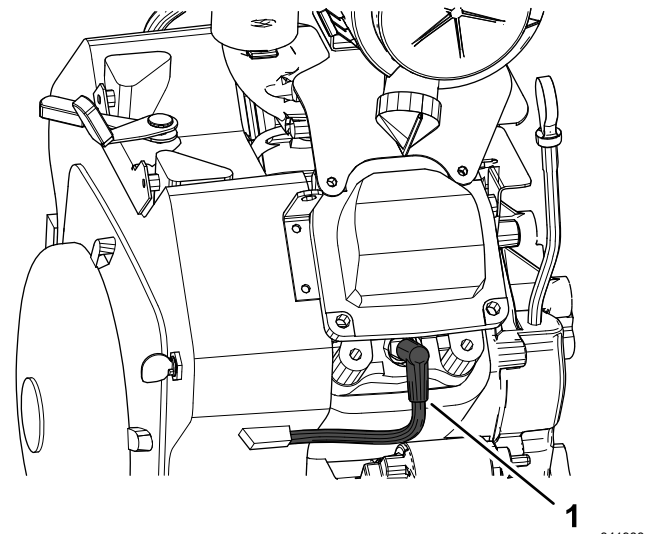

Figura 35
2. Curățați zona din jurul bujiilor (Figura 35).
3. Deconectați cablurile bujiilor de la bujii (Figura 35).